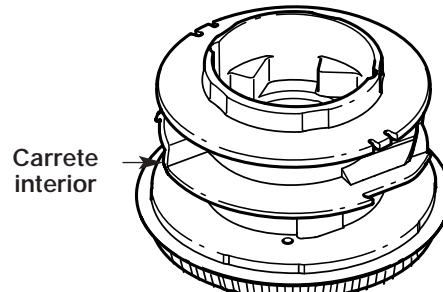

Fig. 29
4. Saque toda la línea que haya en el carrete interior antes de limpiarlo. Saque todos los residuos o pasto de la perilla, resorte, carrete interno y sello de espuma. Lave el carrete interior con agua jabonosa tibia (Fig. 29).